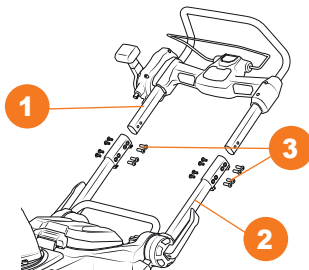

Рис. 10
- Соедините верхнюю часть рукоятки **1** с нижней **2**, и закрепите ее крепежными элементами **3** (Рис. 10).